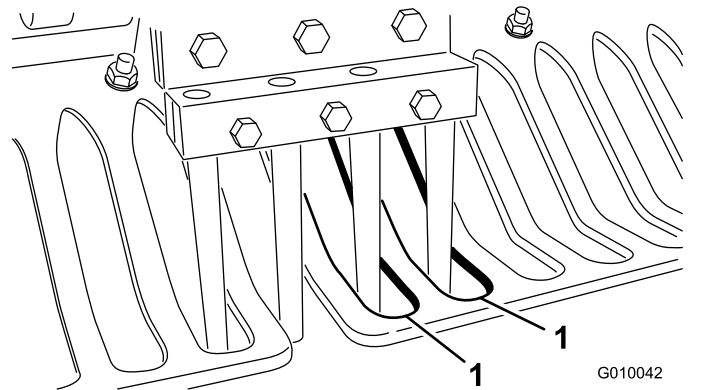

图26
7. 检查打孔针对准护草板缺口的中心图26。必要时调节护草板然后拧紧螺母。